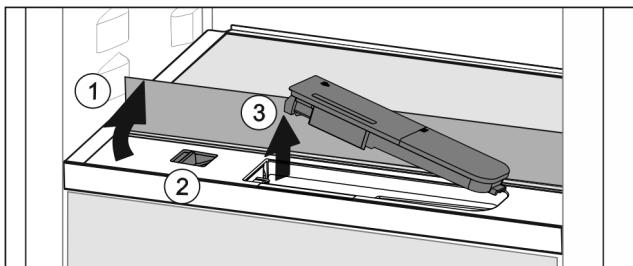

Fig. 150
- Soulever la tablette et la rabattre vers l'arrière jusqu'à la butée Fig. 150 (1).
- Pousser le curseur Fig. 150 (2) vers la gauche.
- Sortir le filtre à eau Fig. 150 (3).